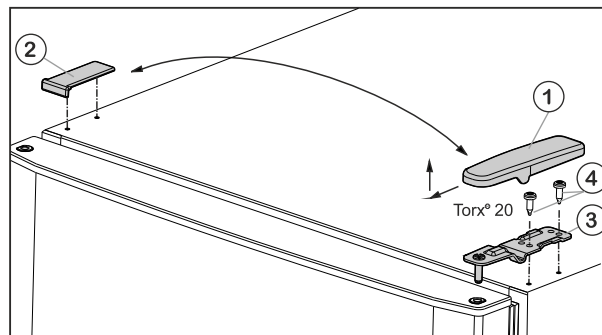
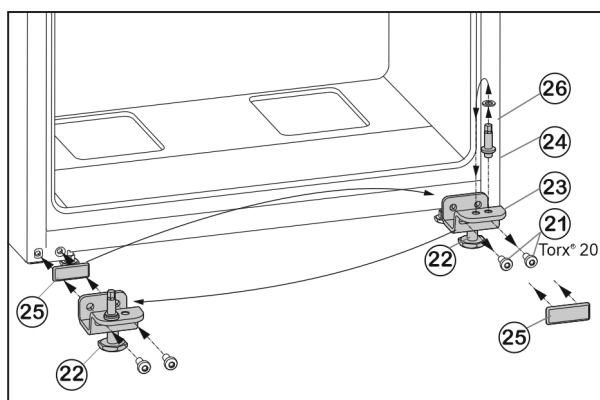

Fig. 5
Fig. 7
- ▶ Tõmmake kate Fig. 5 (1) suunaga ette- ja ülespoole maha.
- ▶ Tõstke kate Fig. 5 (2) pealt ära.
- ▶ Kruvige ülemine laagritugi Fig. 5 (3) küljest ära (2 tk Torx® 20) Fig. 5 (4) ja tõmmake ülespoole maha.
- ▶ Keerake kinnituskruvid Fig. 7 (21) välja.
- ▶ Võtke alumine laagripukk Fig. 7 (23) tervikuna koos laagripoldi Fig. 7 (24), seibi Fig. 7 (26) ja seadejalaga Fig. 7 (22) maha.
- ▶ Keerake laagripoldi Fig. 7 (24) tervikuna koos seibiga Fig. 7 (26) välja, paigutage vastasküljel laagripuki kinnitussavasse ümber ning kruvige taas kinni.
- ▶ Võtke katteplaat Fig. 7 (25) ettevaatlikult maha ja paigutage vastasküljele ümber.
- ▶ Kruvige alumine laagripukk Fig. 7 (23) tervikuna koos laagripoldi Fig. 7 (24), seibi Fig. 7 (26) ja seadejalaga Fig. 7 (22) akutrelli kasutades uuel šarniiriküljel taas tugevasti (4 Nm) külge.
- ▶ Asetage alumine uks ülaltpoolt laagripoldile Fig. 7 (24).
- ▶ Pange keskmine laagritugi (13) 180° võrra pööratult alumise ukse sisse ja keerake kinnituskruvidega (11) (2 tk Torx® 20) uuel šarniiriküljel tugevasti (4 Nm) külge.
- ▶ Pange plastmass-seib (10) peale tagasi.
- ▶ Asetage ülemine uks keskmisele laagritoele (13).
- ▶ Pange ülemine laagritugi Fig. 5 (3) uuel šarniiriküljel ukse sisse.
- ▶ Kruvige ülemine laagripukk tugevasti (4 Nm) külge (2 korda Torx® 20) Fig. 5 (4). Kasutage vajaduse korral akutrelli.
- ▶ Pange kate Fig. 5 (1) vastasküljel väljastpoolt peale ja fikseerige.
- ▶ Pange kate Fig. 5 (2) vastasküljel ülaltpoolt peale ja fikseerige.
- ▶ Keerake seadejalga Fig. 7 (22) alumisest laagritoest Fig. 7 (23) välja, kuni ta toetub vastu põrandat.